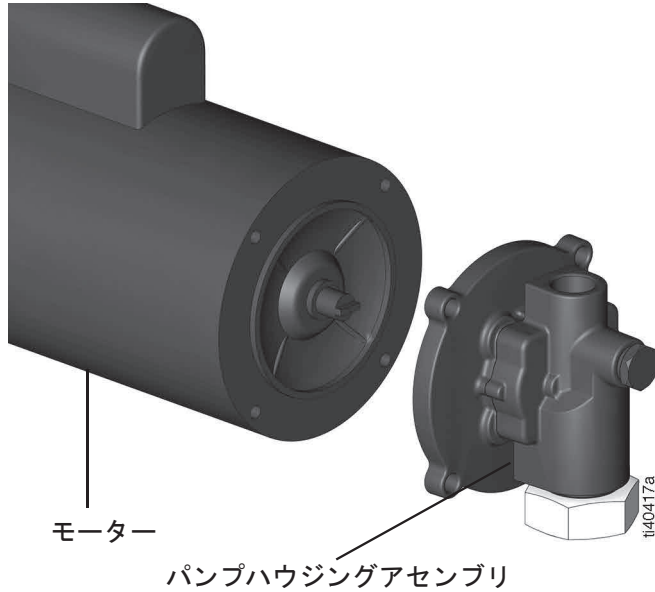

図 4
6. ポンプ ハウジング アセンブリをモーターから取り外します (図 4)。